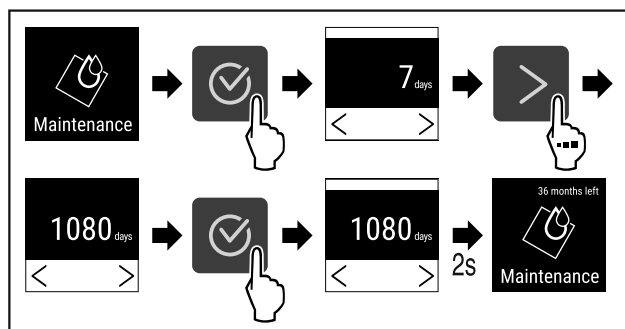

Fig. 74
- ▶ Atlikite veiksmus (žr. Fig. 74).